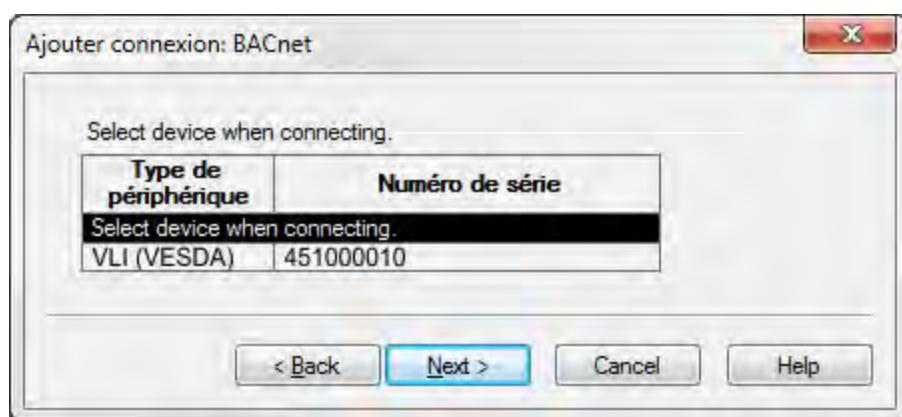

Figure 5-4: Slection du periphrique
- Slectionnez le type de detecteur dans la liste des detecteurs disponibles, puis cliquez sur Suivant (Figure 5-4).